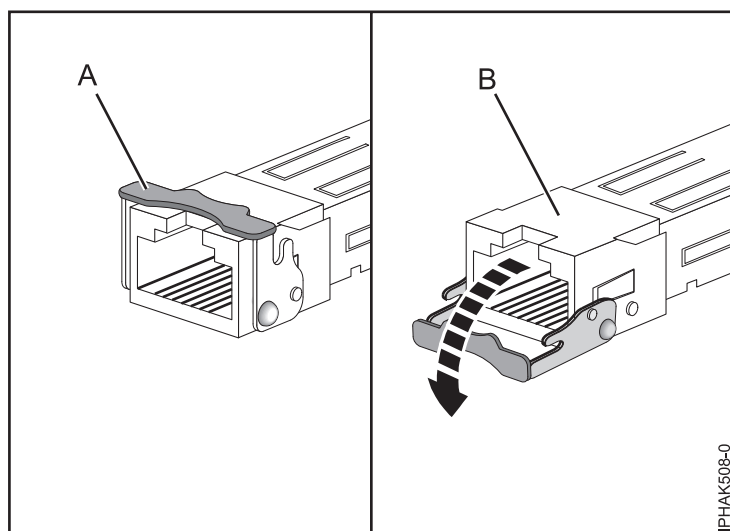

Figura 77. Remover transmissores-receptores SFP dos adaptadores
- b. Abra o trinco (**A**) ao rodá-lo para baixo e no sentido contrário da placa, como demonstrado em Figura 77 na página 89.